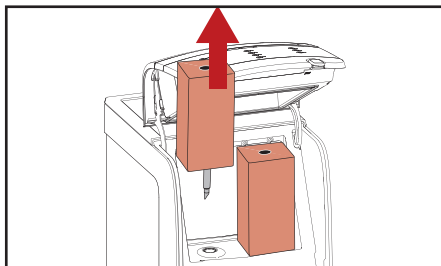

Fig. 5.8 - Udtage pakker
3. Isæt produktpakkerne (fig. 5.8).